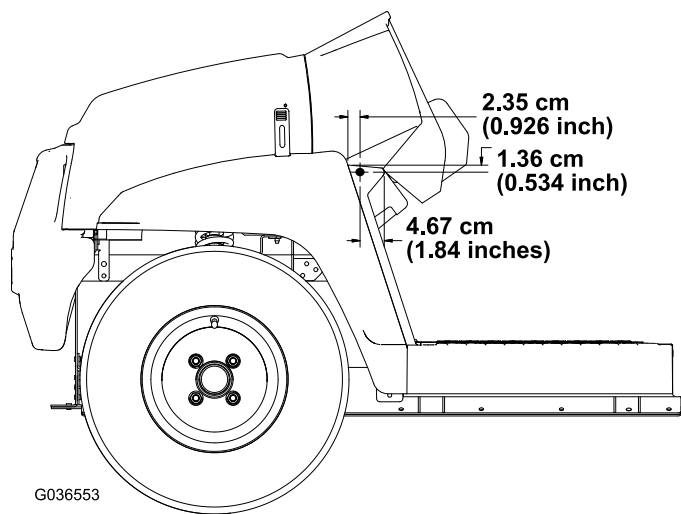

图4
3. 使用图4中所示的尺寸, 在机器左右侧的脚踏板外侧钻 1 个孔 ( $\frac{5}{16}$  英寸)。